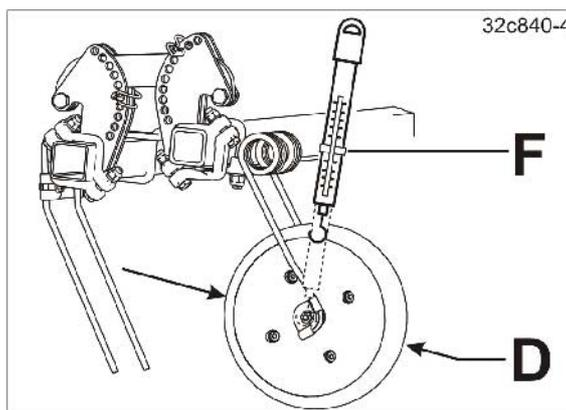

Fig. 183
- Comprobar la presión del rodillo contra el suelo, p. ej. con una balanza de resorte (véase Fig. 183/1).